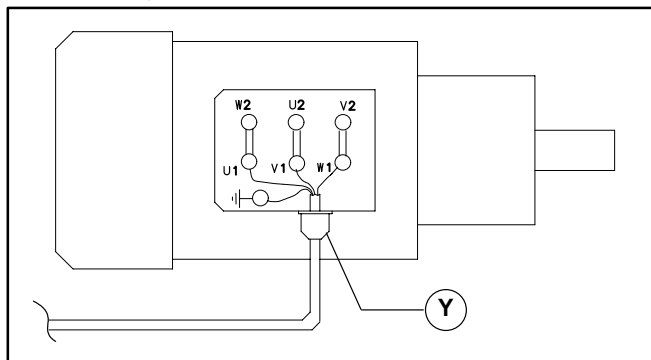

Abbildung 16
- b. Die Farben der Adern an Klemmen U1, V1, W1 und Erdungsklemme (Schutzleiter) \perp (Abbildung 16) aufschreiben. Die Klemmen U1, V1, W1 und die Erdungsklemme lösen und Adern entfernen.
- c. Die Kabelklemme (Y siehe Abbildung 16) lösen und Kabel herausziehen.